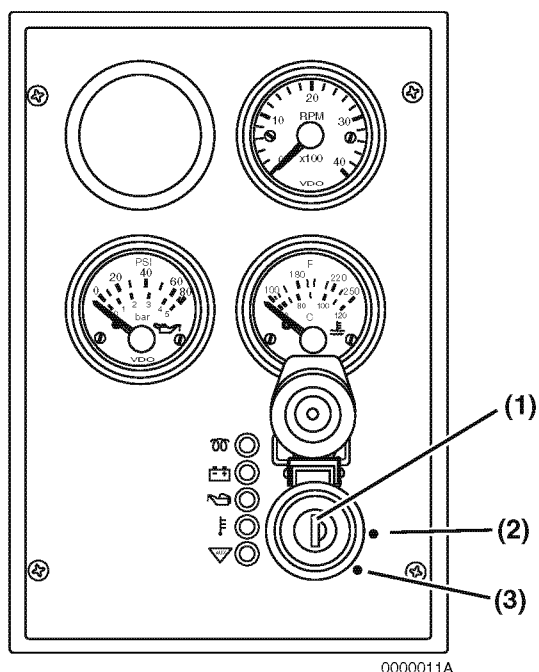
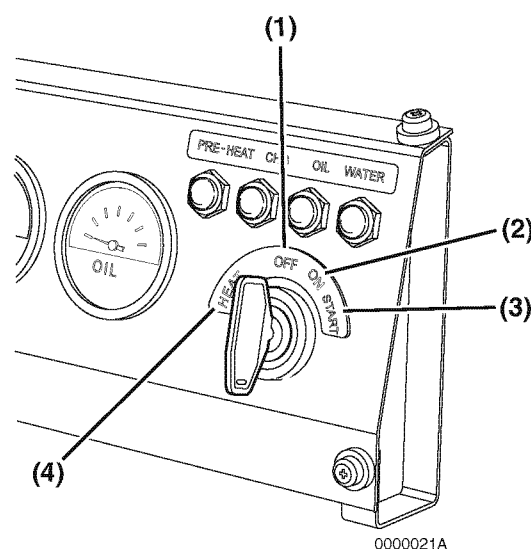

Figura 12
Figura 13
El interruptor de llave para la consola del operador que se ilustra en la **Figura 12** posee tres posiciones – OFF (APAGAR), ON (ENCENDER) y START (ARRANCAR).
OFF (APAGAR) (llave recta hacia arriba y hacia abajo) (**Figura 12, (1)**) y (**Figura 13, (1)**) - Cuando gire la llave hacia esta posición el motor se apagará. La corriente eléctrica que alimenta los medidores e indicadores se interrumpe. Puede insertar y extraer la llave en esta posición.
ON (ENCENDER) (**Figura 12, (2)**) y (**Figura 13, (2)**) - Esta es la posición en la que estará la llave cuando el motor esté en ejecución. Cuando el motor no esté funcionando, utilice esta posición para activar los medidores, indicadores, bomba de combustible eléctrica y dispositivos auxiliares.
START (ARRANCAR) (**Figura 12, (3)**) y (**Figura 13, (3)**) - Gire la llave hacia esta posición para arrancar el motor. Tan pronto como el motor arranca, suelte la llave y ésta volverá automáticamente a la posición ON (ENCENDER). Algunos interruptores de llave pueden estar equipados con una función que impide que gire la llave hasta la posición START (ARRANCAR) mientras el motor esté funcionando. Cuando esté utilizando un interruptor de llave con esta función, no puede girar la llave hasta la posición START (ARRANCAR) sin primero regresar la llave hacia la posición OFF (APAGAR).
El interruptor de llave para la consola del operador que se ilustra en **Figura 13** (posee cuatro posiciones – OFF (APAGAR), ON (ENCENDER), START (ARRANCAR) y HEAT (CALOR)).
HEAT (CALOR) (Figura 13, (4)) - Debe girar la llave hacia la posición de HEAT (CALOR) para activar el calentador de aire de la entrada. El indicador parpadeará por varios segundos cuando gire la llave hacia HEAT (CALOR). Puede girar la llave hacia START (ARRANCAR) cuando los indicadores se apaguen.